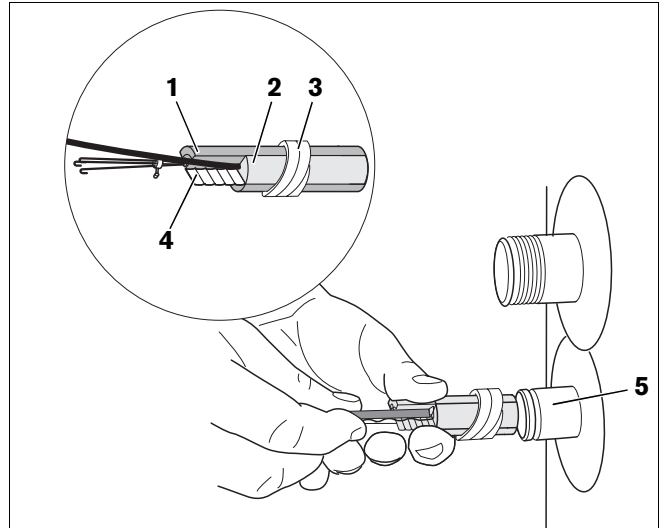

Fig. 7 Montage de la sonde de température d'eau chaude sanitaire
- Insérer le pack de sonde (fig. 7, **pos. 1 à 4**) jusqu'à la butée dans le doigt de gant (fig. 7, **pos. 5**). La spirale en plastique qui maintient le kit de sonde se rétracte automatiquement (fig. 7, **pos. 3**).
Le ressort compensateur (fig. 7, **pos. 4**) garantit le contact entre le doigt de gant et les surfaces de sonde assurant ainsi une transmission fiable de la température.